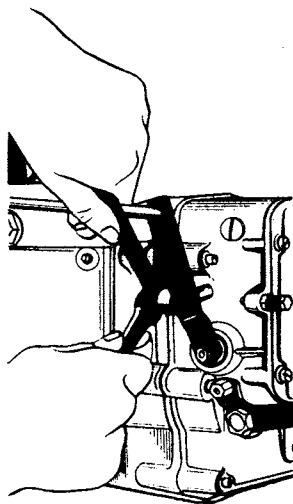

Рис. 62. Регулировка максимальной частоты вращения
6. Проверить частоту вращения кулачкового вала насоса, соответствующую началу выброса рейки, определяемую по моменту начала движения рейки в сторону выключения подачи. Начало выброса рейки должно происходить при частоте вращения 1075 ± 10 об/мин. Если необходимо, отрегулировать обороты болтом ограничения максимальной частоты вращения (рис. 62).